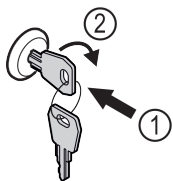

Fig. 185
- Πιέστε μέσα το κλειδί. Fig. 185 (1)
- Περιστρέψτε το κλειδί 90° δεξιόστροφα. Fig. 185 (2)